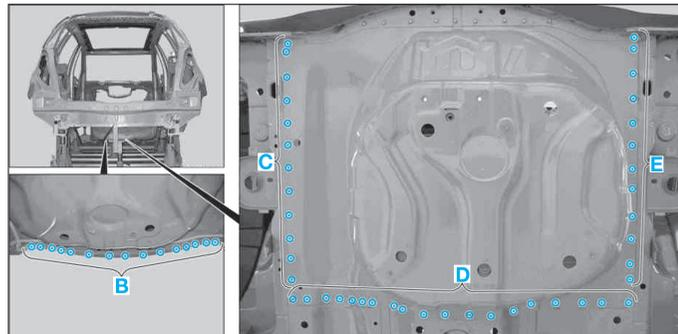

FIG. 123
- Fraiser les points de soudure (B), (C), (D) et (E) (Fig.123).